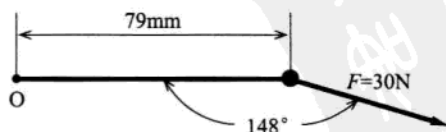

图 4
如图 4 所示,求以 O 点为回转中心的力矩。解题时注意力矩的方向(“+”、“-”符号)。
◀解▶ 由①式计算力矩的大小,由图 4 可确定力矩为顺时针方向,即用负号(-)表示。